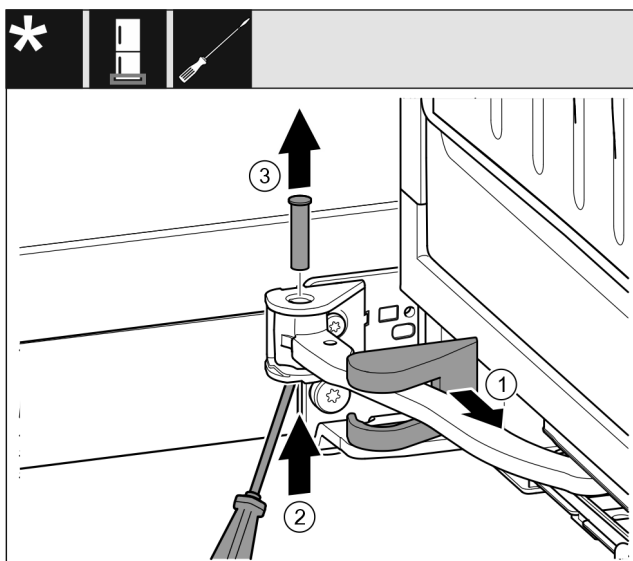

Fig. 15
- Retirar la cubierta del soporte de apoyo y desplazarla a lo largo de la articulación. Fig. 15 (1)
- Levantar el perno desde abajo con ayuda del dedo o de un destornillador. Fig. 15 (2)
- Con el destornillador, desplazar debajo de la cabeza del perno y extraer. Fig. 15 (3)